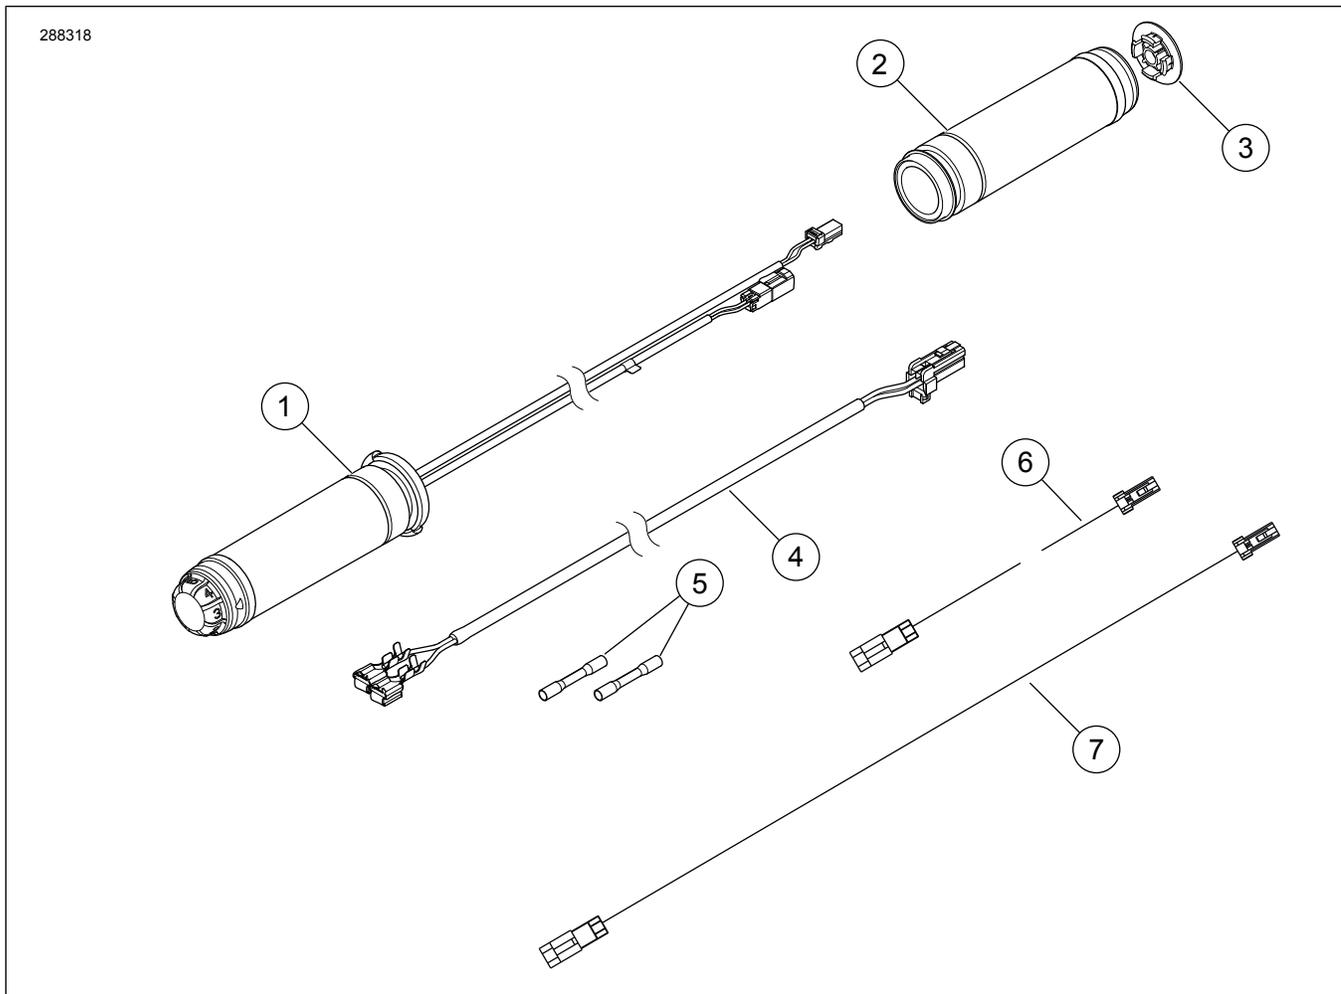

Abbildung 10. Ersatzteile: SATZ MIT BEHEIZTEN HANDGRIFFEN
1. Siehe Abbildung 10 >. Die Kabelbaumgruppe aus dem Satz bereitlegen. Die zwei Kabelschuhkontakte vom Kabelbaum abschneiden.
- b. Siehe Abbildung 10 >. In die Schutzblech-Verkabelungsleuchte in der Nähe der Steckverbinder mit zwei Steckverbindern (5) aus dem Satz verspleißen.